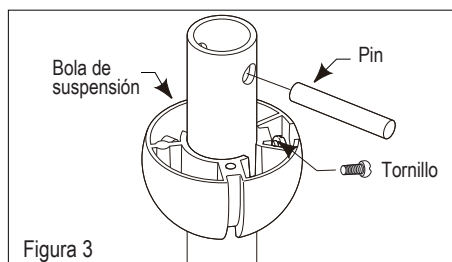

Figura 3
Afloje el tornillo del lado del bloqueo del cable, coloque el anillo del cable en el gancho del tornillo explosivo, apriete el cable y, a continuación, apriete el tornillo del bloqueo del cable. (Figura 3)
(FIGURA 3)
3. Afloje los tornillos de fijación de la bola de suspensión Kasta. Tue la bola se deslice con cuidado por la varilla de bajada. Retire el pasador de la varilla de bajada (figura 3)